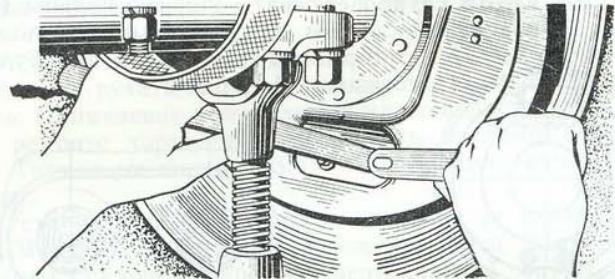

Рис. 224. Регулировка опорных пальцев тормозных колодок заднего колеса
2. Отвернуть гайки опорных пальцев. Нажимая на тормозную педаль с силой 12—15 кг, проворачивать опорные пальцы (рис. 224 и 225) до тех пор, пока нижняя часть тормозных накладок не будет прижата к барабану.